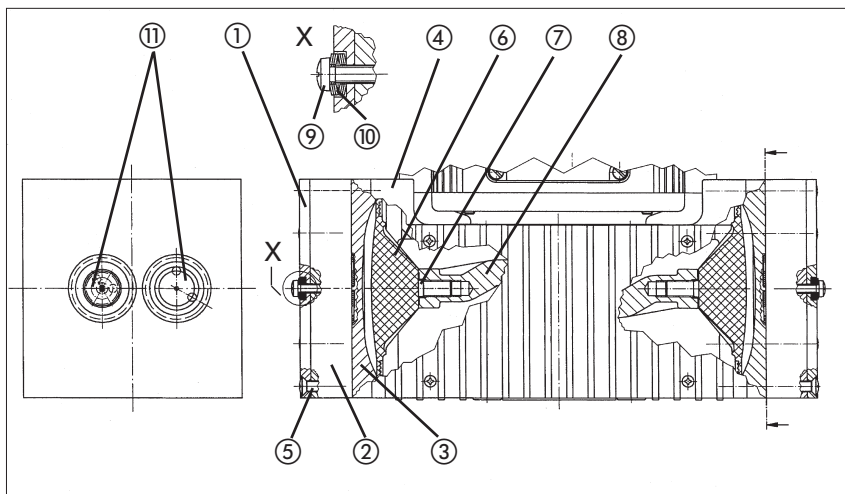

Figure 2 : vue en coupe de la tête de pompe
► Pour les repères des pièces veuillez vous reporter à la figure 2.
#### Légende (Figure 2) :
► Les trois premières rondelles Belleville doivent écarter la tête de vis et les trois suivantes, portées sur la tête de vis. (Voir détail X figure 2).